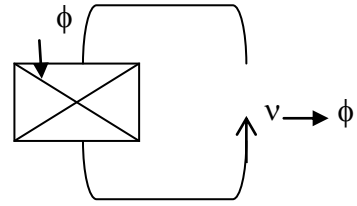

Figure 4 : Effet piézo-électrique
- **Effet piézo-électrique** : L'application d'une contrainte mécanique à certains matériaux dits piézo-électrique (le quartz par exemple) entraîne l'apparition d'une déformation et d'une même charge électrique de signe différent sur les faces opposées (figure 4).